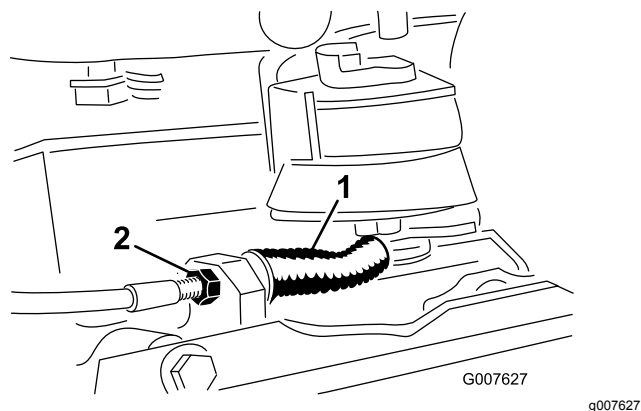

Bild 40
- Lösen Sie die vordere Kabelklemmmutter und ziehen Sie die hintere Klemmmutter an, um die Kabelspannung zu verringern (Bild 40). Wiederholen Sie die Schritte 1 und 2 und stellen Sie die Spannung nach Bedarf ein.
- Ziehen Sie die vordere Kabelklemmmutter an und lösen Sie die hintere Klemmmutter, um die Kabelspannung zu erhöhen (Bild 40). Wiederholen Sie die Schritte 1 und 2 und stellen Sie die Spannung nach Bedarf ein.